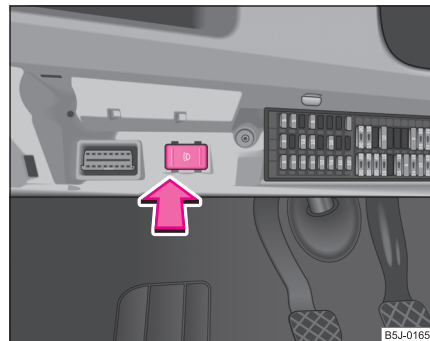

Abb. 35 Sicherungsfach:
- Schalten Sie den Schalter für das Tagesfahrlicht ein ⇒ Seite 58, Abb. 35.
- Schalten Sie den Schalter für das Tagesfahrlicht aus ⇒ Seite 58, Abb. 35.